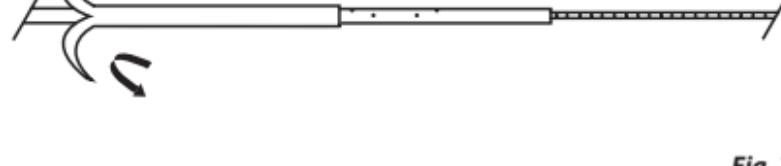

Fig. 3
- c) Tras el avance inicial del catéter sobre la guía, tire hacia atrás y desprenda el enderezador para el avance del catéter. (**Fig. 3**)